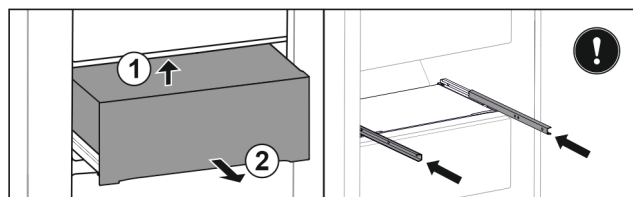

Fig. 29 *
- Nadvihnite ju zospodu dozadu Fig. 29 (1)*
- Odoberte ju dopredu Fig. 29 (2)*